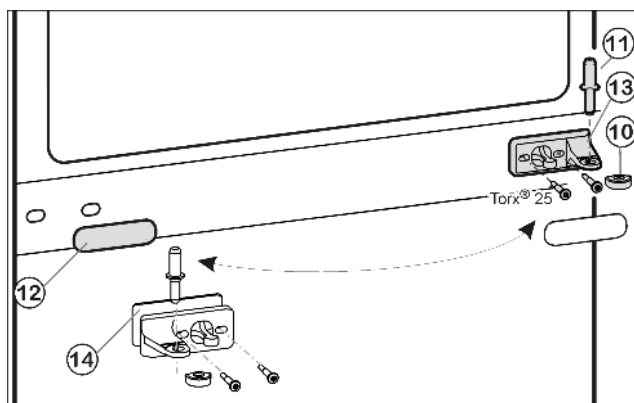
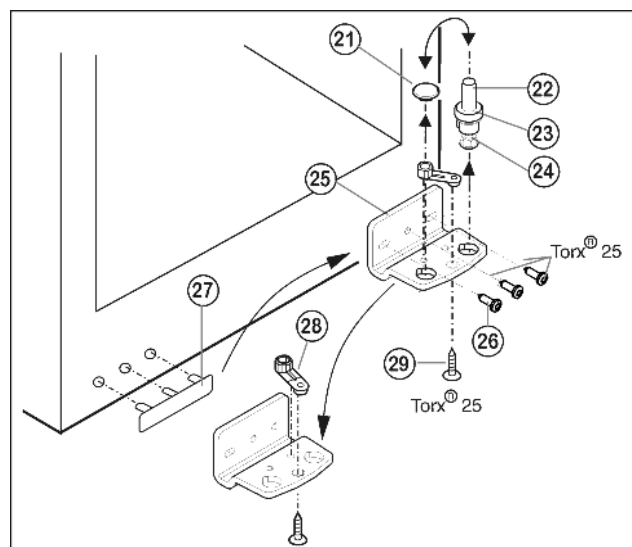

Fig. 5
Fig. 6
- ▶ Prostřední ložiskový čep Fig. 5 (11) vytáhněte ze stojanu ložiska a spodních dveří.
- ▶ Plastovou čepičku Fig. 5 (10) stáhněte.
- ▶ Stojan ložiska uprostřed Fig. 5 (13) odšroubujte (2 krát Torx® 25).
- ▶ Krytku Fig. 5 (12) opatrně stáhněte.
- ▶ Prostřední stojan ložiska Fig. 5 (13) s podložkou Fig. 5 (14) přišroubujte otočený o 180° na novou stranu závěsu (s 4 Nm).
- ▶ Krytku Fig. 5 (12) otočenou o 180° zasuňte na nové straně madla.
- ▶ Ložiskový čep Fig. 6 (22) včetně podložky Fig. 6 (23) a seřizovací nožky Fig. 6 (24) vytáhněte nahoru.
- ▶ Zátku Fig. 6 (21) odstraňte.
- ▶ Stojan ložiska Fig. 6 (25) odšroubujte Fig. 6 (26).
- ▶ Ložiskový díl Fig. 6 (28) odšroubujte Fig. 6 (29) a přemístěte jej do protilehlého upínacího otvoru stojanu ložiska, pak ho znovu pevně přišroubujte.
- ▶ Krytku na straně madla Fig. 6 (27) opatrně vytáhněte a přemístěte na druhou stranu.
- ▶ Stojan ložiska Fig. 6 (25) na nové straně závěsu zase přišroubujte příp. pomocí akumulátorového šroubováku (momentem 4 Nm).
- ▶ Zátku Fig. 6 (21) zase vložte do druhé díry.
- ▶ Ložiskový čep Fig. 6 (22) včetně podložky a seřizovací nožky zase nasadte. Přitom dávejte pozor, aby zajišťovací vačka směřovala dozadu.
- ▶ Spodní dveře nasadte shora na spodní ložiskový čep Fig. 6 (22).
- ▶ Plastovou krytku Fig. 5 (10) nasadte zase na prostřední stojan ložiska Fig. 5 (13).
- ▶ Prostřední ložiskový čep Fig. 5 (11) vložte přes prostřední pouzdro ložiska Fig. 5 (13) do spodních dveří na nové straně závěsu.
- ▶ Horní dvířka usadte na prostředním ložiskovém čepu Fig. 5 (11).
- ▶ Dveře případně pomocí obou podélných děr ve spodním stojanu ložiska Fig. 6 (25) a v prostředním stojanu ložiska Fig. 5 (13) vyrovnajte tak, aby lícovaly. Vyšroubujte prostřední šroub na stojanu ložiska dole Fig. 6 (25).